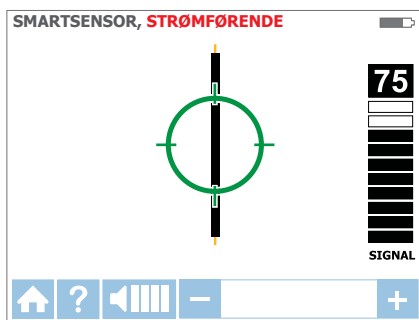

Figur 3.1d:
3. Hold mottakeren med Smart Sensor™ vendt mot målområdet. Hvis det blinker et «?» i et rød målskive på skjermen, er ikke et signal registrert (figur 3.1d). Flytt Smart Sensor™ nærmere målområdet helt til et signal påvises, så skal du se en retningspil. Hvis det ikke registreres noe signal, kan du øke følsomheten ved å trykke «+»-knappen på mottakeren.\*